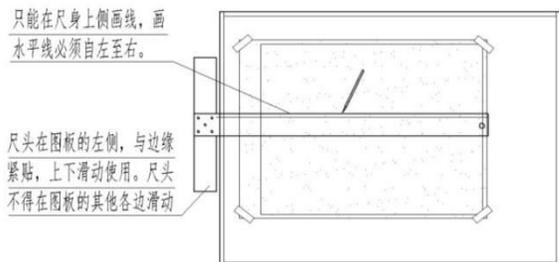

图 1-3
- ①应将丁字尺尺头放在图板的左侧，并与边缘紧贴，可上下滑动使用。
- ②只能在丁字尺尺身上侧画线，画水平线必须自左至右。
- ③画同一张图纸时，丁字尺尺头不得在图板的其他各边滑动，也不能用来画垂直线（见图 1-3）。